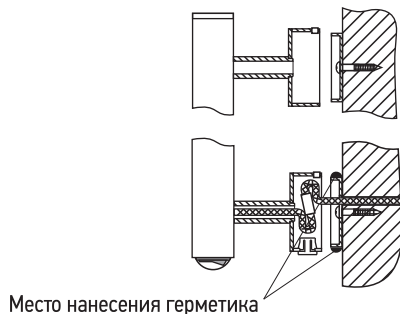

Рис. 13
3.13. Заправьте провода в коробку (рис. 13).
3.14. Произвести герметизацию шва силиконовым герметиком по контуру примыкания коробки и стены (рис. 13).